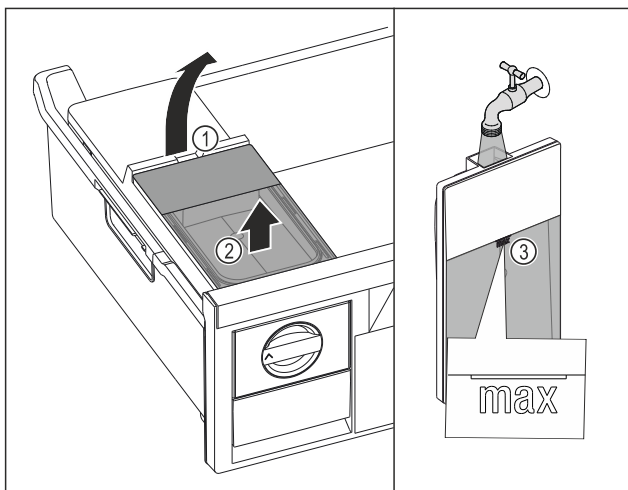

Fig. 103
- ▶ Wassertank an der Aussparung Fig. 103 (1) anheben.
- ▶ Wassertank nach oben entnehmen. Fig. 103 (2)
- ▶ Wassertank bis zur Markierung Fig. 103 (3) mit Trinkwasser befüllen.